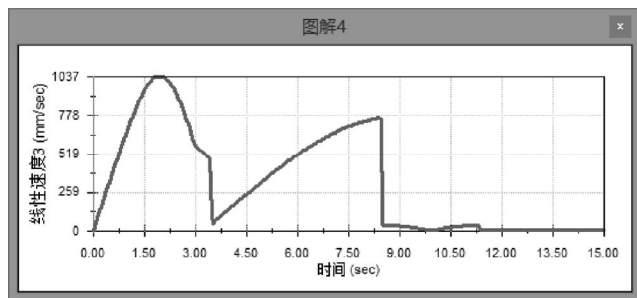

图 8-51 无阻尼时门的速度曲线
STEP 8 将“阻尼”压缩，并单击“计算”按钮对算例重新进行计算，然后执行与**STEP 7**相同的操作，生成一新的速度图解图，如图 8-51 所示，从此图可以发现，在没有油压缓冲的作用下，关门时门一直在加速，直至碰到门框时才会瞬间停止。